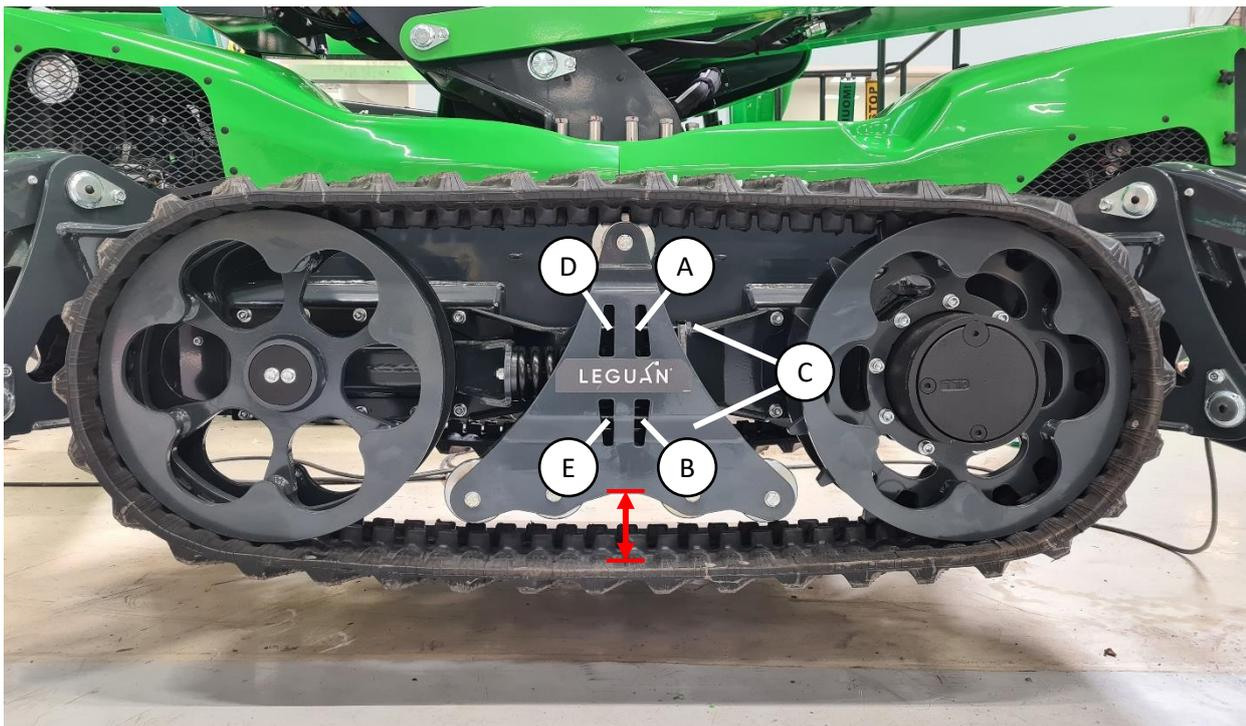

Figure 16. Réglage du serrage des chenilles
Soulevez la plateforme d'accès au-dessus du sol à l'aide des balanciers. Les chenilles doivent être au minimum à 5 cm au-dessus du sol. Le serrage est correct si l'écart entre les chenilles et le cadre des chenilles est le même d'un bout à l'autre (indiquée par des lignes rouges sur la figure 16). L'écart correct est de 85 à 90 mm.
Les chenilles sont serrées à l'aide d'un ressort préchargé. Pour serrer les chenilles, desserrez les écrous indiqués comme (A) et (B) dans la figure 16. Puis, serrez les écrous D et E et maintenez les boulons C (ou vice-versa). Cela permet de tirer les boulons (figure 16, (C)) et la plaque de réglage vers le centre des chenilles et de déplacer la roue de chenille avant vers l'avant. Serrez les écrous juste assez pour que les chenilles se redressent par rapport au cadre des chenilles et que l'écart soit de 85 à 90 mm. Serrez uniformément les deux écrous. Après le réglage, serrez les écrous A et B.